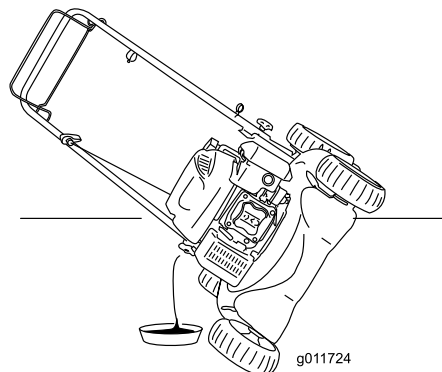

Figura 21
5. Coloque el cortacésped de lado con la varilla de aceite hacia abajo para drenar el aceite usado a través del tubo de llenado de aceite (Figura 21).